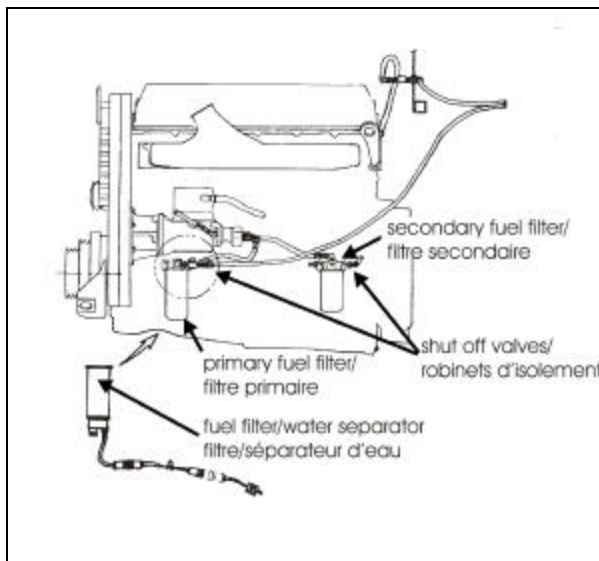

FIGURE 1 : ROBINETS D'ISOLEMENT ET FILTRES
1. Fermer le robinet d'isolement situé à l'entrée du filtre primaire situé dans le compartiment moteur, à la droite du moteur (figure 1).